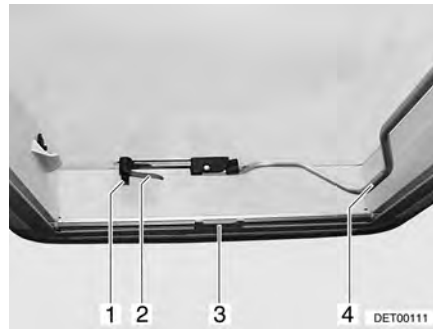
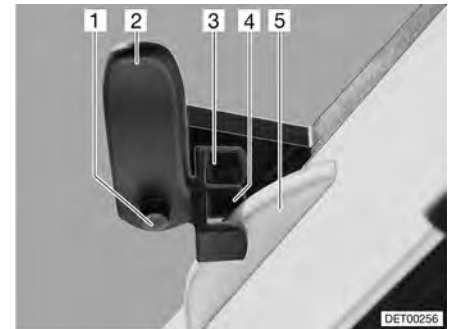

Fig. 64 Oblò Heki, chiuso
Fig. 65 Oblò Heki in posizione di ricircolo d'aria 1
- Premere il bottone di sicurezza (Fig. 64,1) e ruotare di un quarto di giro verso l'interno la leva di serraggio (Fig. 64,2).
- Tirare la staffa (Fig. 64,4) verso il basso per sbloccarla dall'arresto.
- Ruotare la leva di serraggio (Fig. 64,2 e Fig. 65,2) di un quarto di giro. Il nasello del serraggio del tetto (Fig. 65,5) deve innestarsi nella forchetta di serraggio superiore (Fig. 65,3).
- Premere il bottone di sicurezza (Fig. 65,1) e girare all'indietro la leva di serraggio (Fig. 65,2). Il nasello del serraggio del tetto (Fig. 65,5) deve innestarsi nella forchetta di serraggio inferiore (Fig. 65,4).